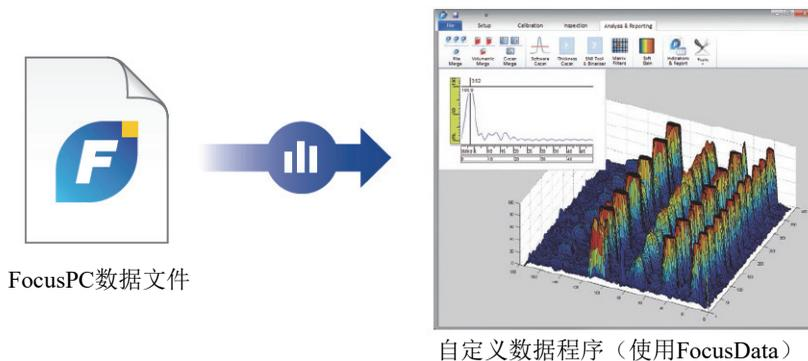

图 i-5 使用FocusData呈现自定义数据的示例
- FocusData是另一个软件开发包，也包含程序样本和完整的源代码。FocusData可以让您创建用于提取原始检测数据的自定义程序，以处理和呈现自定义数据（参见第16页的图 i-5）。要了解更详细的信息，请参阅第18页的“FocusData SDK”。